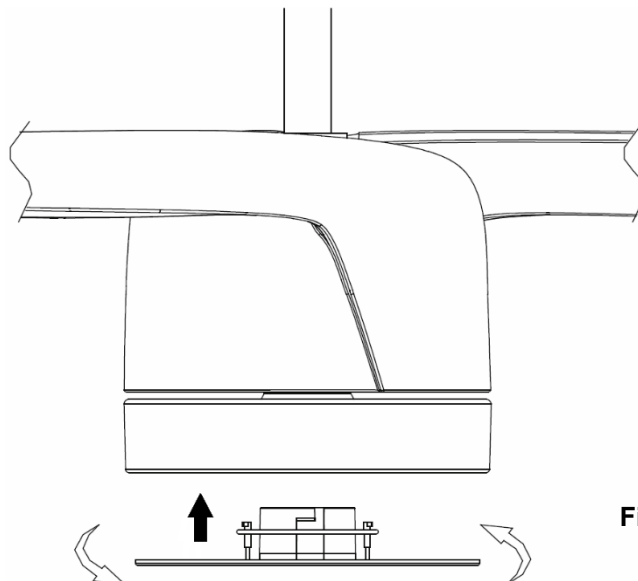

Fig. 5
- 날개를 설치해준 후 하판 덮개를 시계 방향으로 돌려 모터 모듈에 결합하여 줍니다. (Fig. 5)